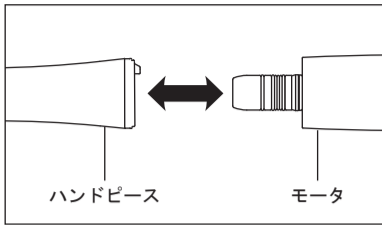

図1
- ハンドピースをモータにまっすぐ挿し込みます(図1)。光付きの場合は、ハンドピースを左右どちらかに「カチッ」と音がするまで回してロックします。